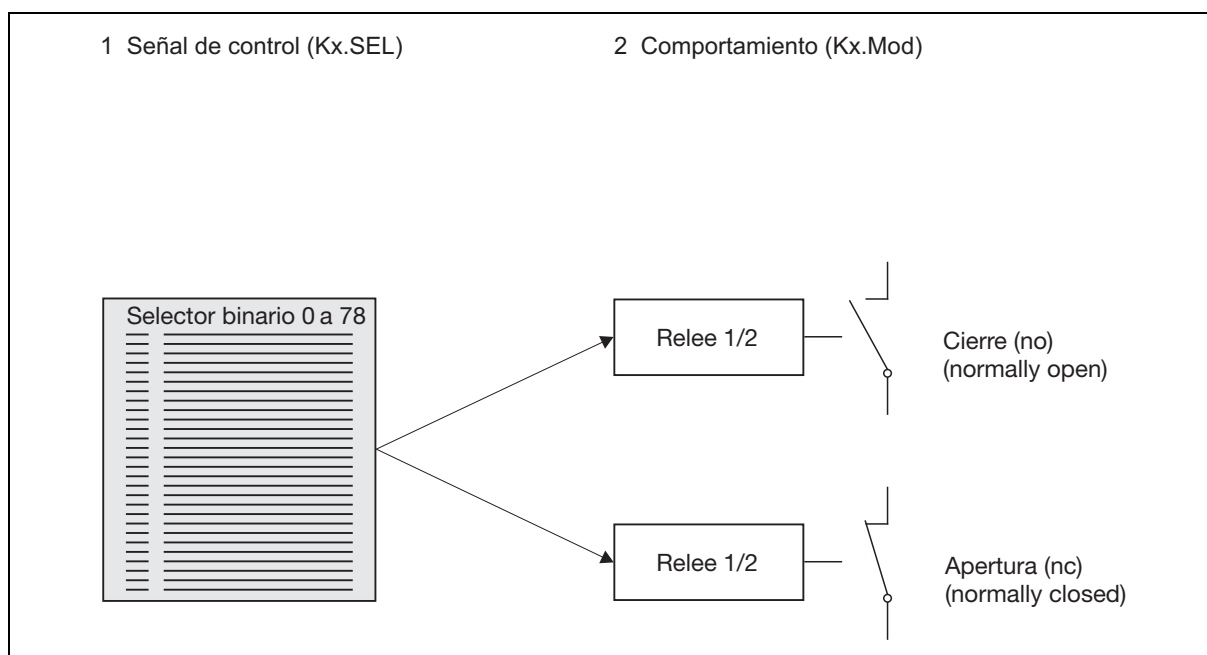

Fig. 9-2 Comportamiento de las salidas de relé 1 a 2
Esta función decide sobre la forma en la que debe funcionar la salida de relé. Están disponibles relés de cierre y apertura (ver Fig. 9-2, pos. 2). No todos los tipos de receptores disponen de salidas de relé.
La señal de control (ver Fig. 9-2, pos.1) determina que estado debe conmutar la salida de relé 1 o 2. En el selector binario se pueden ajustar las siguientes condiciones: